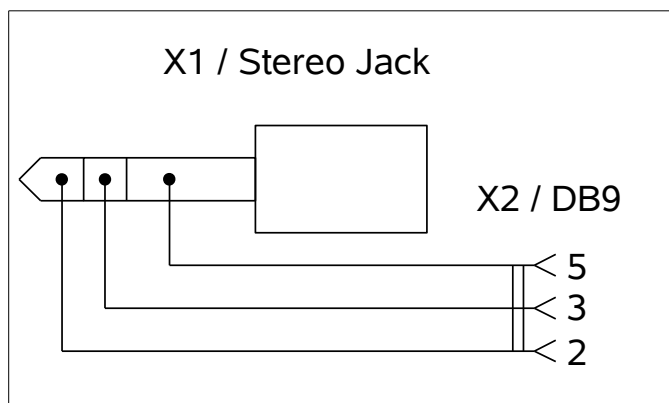

Рис. 3. Кабель связи с COM-портом персонального компьютера.
6.4.1. Изготовить кабель связи с внешним терминалом по схеме, приведённой на рис. 3.